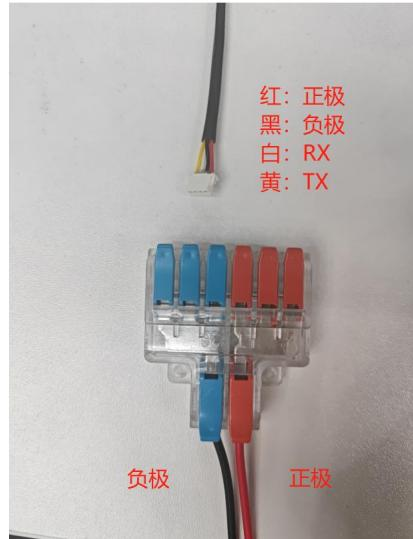

图 6 电机电源接线
1. 图 6 为电机线束与直流电源出线，其中电源正负极和电机正负极连接。